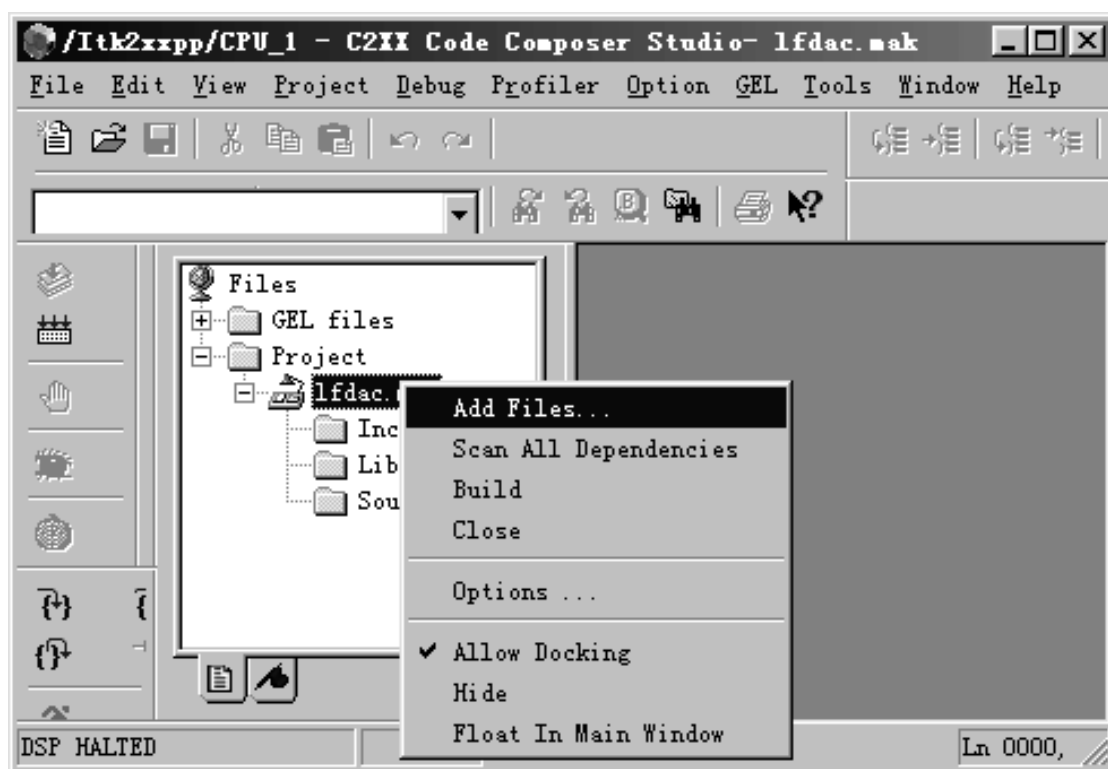

图 12 工程显示窗口
① ) 编写各类文件。包括源文件（C 或汇编）、命令文件（.d 文件）、头文件（.h 文件）等。
② ) 添加各类文件到工程中去，然后对工程进行编译。从下拉菜单 Project 选择“Add Files to Project ...”或者右击工作窗口中工程 lfdac.pjt，选择“Add Files ...”，如图 12 所示：